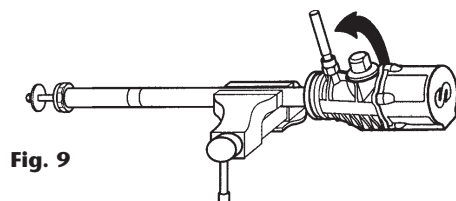

Fig. 9
3. Mit Hilfe einer Gewindestange (Bild 9) den Motorkörper vom Saugrohr trennen und ganz abschrauben, so daß die Verbindungsmutter sichtbar ist.